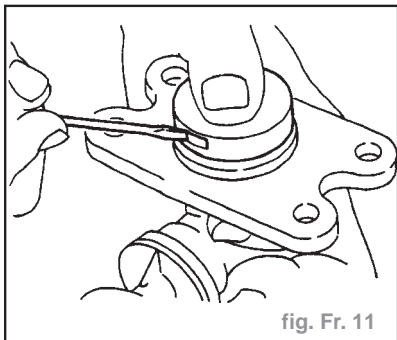

fig. Fr. 11
- Replier les griffes du chapeau de butée vers l'extérieur (fig. Fr. 11).